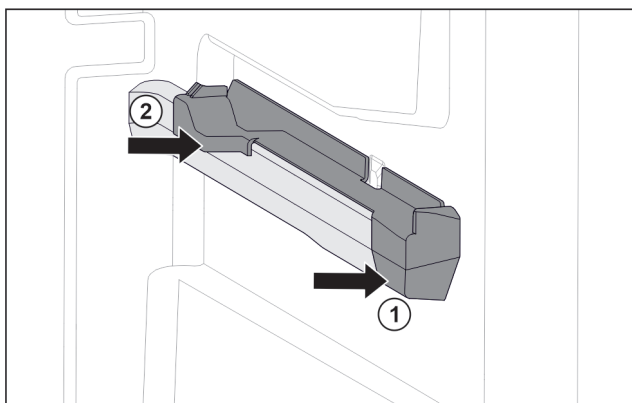

Fig. 72 Наставка върху дясното ребро на съда
- ▶ Поставете наставката отпред към реброто на съда. Fig. 72 (1)
- ▶ Притиснете наставката отзад. Fig. 72 (2)